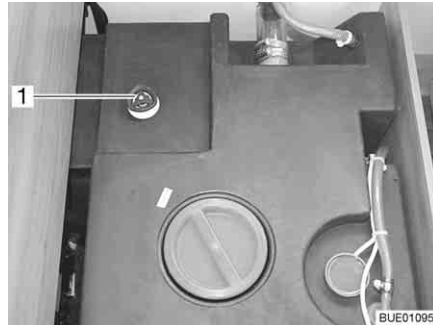

Bild 244 Wassertank mit Drehgriff
- Auf dem Wassertank den Drehgriff (Bild 244,1) im Uhrzeigersinn bis zum Anschlag drehen.
- Auf dem Wassertank den Drehgriff (Bild 244,1) entgegen dem Uhrzeigersinn bis zum Widerstand drehen. Das Wasser läuft bis auf 60 Liter aus.